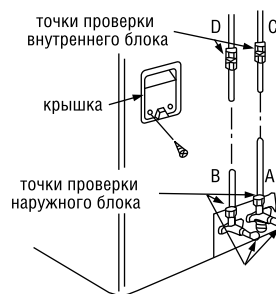

Рис. 25
1. Поиск утечек с помощью мыльного раствора: Мягкой кистью нанесите водный раствор мыла или жидкое нейтральное моющее средство на места подключения холодильного контура к внутреннему и наружному блокам кондиционера. Если появляются пузыри – значит, в этом месте герметичность контура нарушена (рис. 25).
Обозначения на рис.25: